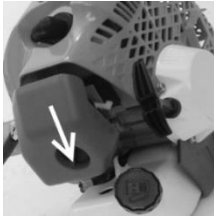

Рисунок 13
5.1.1 Зніміть кожух захисту повітряного фільтра знявши фіксатор (рис.13).